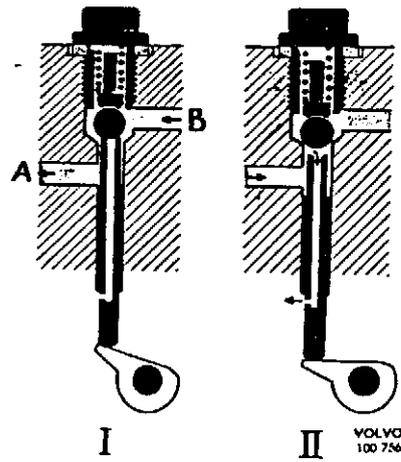
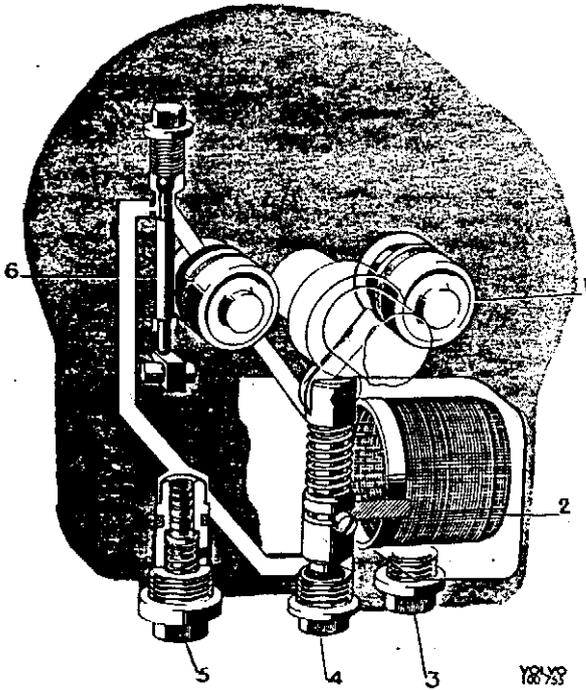

Abb. 5 Manöverventil, frühere Ausführung
Abb. 4 Hydraulische Anlage, spätere Ausführung
Im Overdrive ist eine Kolbenpumpe (4, Abb. 4) vorhanden, welche von einem Exzenter auf der Hauptwelle angetrieben wird. Wenn das Manöverventil (6) geöffnet wird (Lage I, Abb. 5 und 6), so strömt das Öl unter Druck von der Pumpe über das Ventil zu den zwei Zylindern (1). Die Kolben in den Zylindern pressen dabei die Kupplungslamelle nach vorn und diese bekommt Kontakt mit der Bremstrommel.
Wenn der Overdrive der früheren Ausführung ausgeschaltet wird, so wird die Ventilstange gesenkt, wobei das Kugelventil die Verbindung zwischen Pumpe und den Zylindern sperrt. Statt dessen wird der Kanal in der Ventilstange geöffnet, und das Öl von den Zylindern kann durch den Kanal zum Getriebegehäuse, siehe II, Abb. 5, strömen. Die Kupplungslamelle wird dabei von der Feder zurückgedrückt.
Das Ölsieb soll bei jedem Ölwechsel gereinigt werden. Dabei ist zuerst das Öl durch Entfernung der Öl-ablaßschraube (3, Abb. 4, gekennzeichnet „Drain“) unter dem Ölsieb zu entleeren. Danach die Reinigung wie folgt vornehmen:
tung für die Schraube (4, Abb. 4) einwandfrei